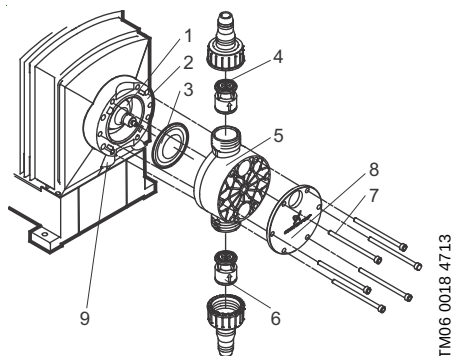

Fig. 27 Tête de dosage, vue éclatée (sans vanne de dégazage)
Ce paragraphe fait référence à la fig. 27.
En cas de fuite ou de rupture de la membrane, le liquide de dosage s'échappe de l'orifice de purge (fig. 27, pos. 9) sur la bride de la tête de dosage.
En cas de rupture de la membrane, la membrane de sécurité (fig. 27, pos. 1) protège le corps de la pompe contre toute entrée de liquide de dosage.
Lors du dosage de liquides cristallisants, il est possible que la cristallisation obstrue l'orifice de purge. Si le fonctionnement de la pompe n'est pas interrompu sur-le-champ, de la pression peut s'accumuler entre la membrane (fig. 27, pos. 3) et la membrane de sécurité dans la bride (fig. 27, pos. 1). La pression peut faire passer le liquide de dosage à travers la membrane de sécurité dans le corps de la pompe.